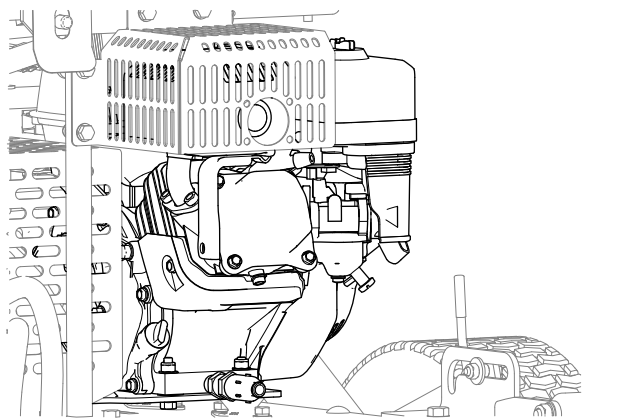

Рисунок 42
4. Удалите грязь и мусор с двигателя и ребер охлаждения двигателя (Рисунок 42).